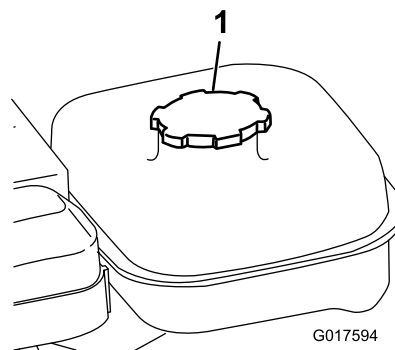

Рисунок 17
1. Очистите область вокруг крышки топливного бака и снимите ее (Рисунок 17).